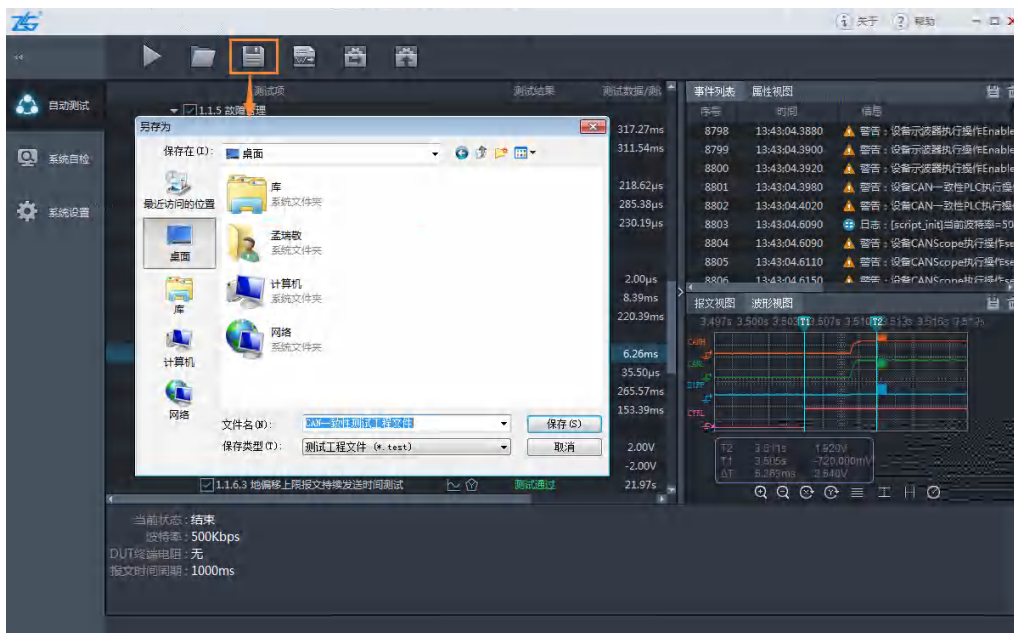

图 5.14 保存工程文件
如图 5.14 所示，工程文件保存流程为：①点击“保存”图标，弹出“另存为”对话框；②设置好保存路径、文件名等设置后保存即可；③点击“打开”图标，可再次查看保存的工程文件，该工程文件是以 .test 为后缀名的文件。